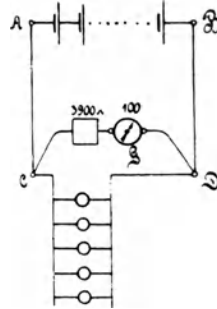

Fig. 19.
90. Eine Batterie besteht aus 10 [33] (120) hintereinander geschalteten Akkumulatoren von je 2 [1,95] (2,01) V Spannung und einem inneren Widerstand von 0,001 [0,002] (0,001) Ω pro Zelle. Der äußere Stromkreis wird gebildet aus den beiden 50 [80] (300) m langen, 1,5 [4] (8) mm dicken Kupferleitungen AC und BD (Fig. 19) und 5 [20] (100) parallel geschalteten Glühlampen von je 8 [80] (120) Ω Widerstand. Um die Spannung an den Punkten C und D zu messen, ist eingeschaltet ein Weston-Galvanometer G von 100 [100] (100) Ω nebst einem Vorschaltwiderstande von 3900 [4900] (19900) Ω .